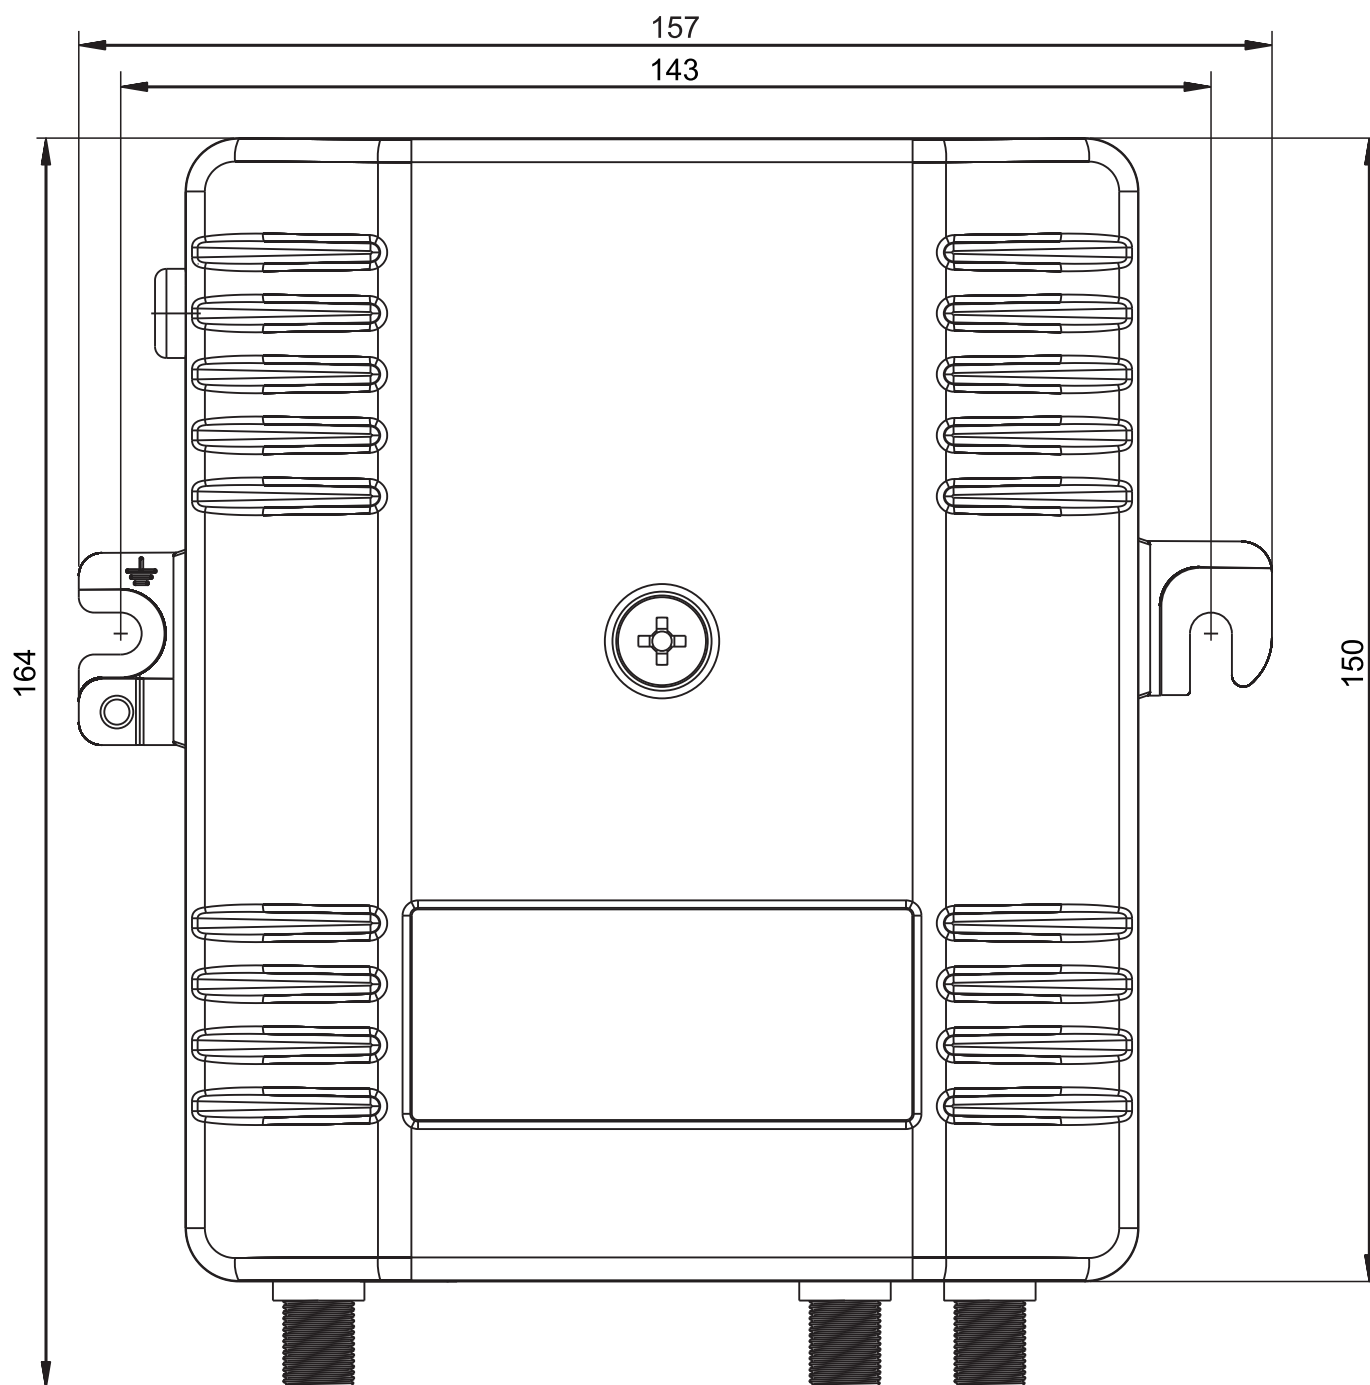

Рисунок 3. Габаритные и установочные размеры
- наметьте установочные размеры согласно рис. 3, при необходимости подготовьте отверстия для крепления кронштейна усилителя;